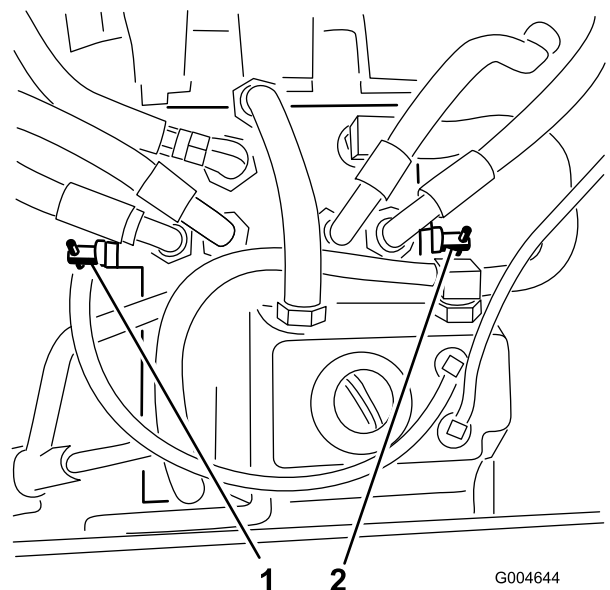

Figura 34
3. Gire las válvulas de desvío una vuelta en el sentido contrario a las agujas del reloj (Figura 34).
Gire cada válvula de desvío una vuelta en el sentido de las agujas del reloj y apriételas a mano (par de apriete de 8 N-m aproximadamente) (Figura 34).